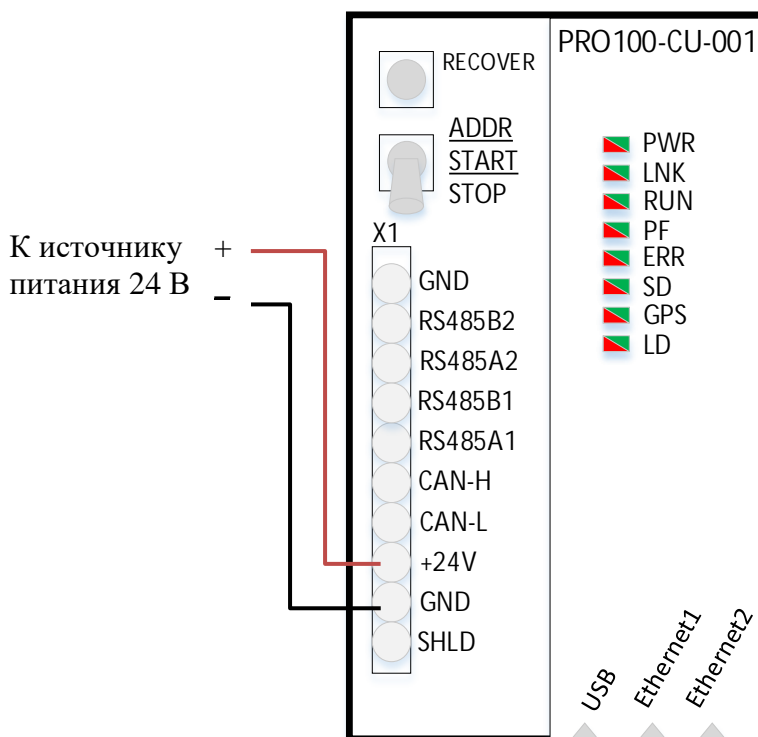

Рисунок 24 – Подача напряжения питания на общую электрическую шину через процессорный модуль
2.4.7 Подать напряжение питания 24 В постоянного тока на общую электрическую шину. Питание подаётся через процессорный модуль (рисунок 24).